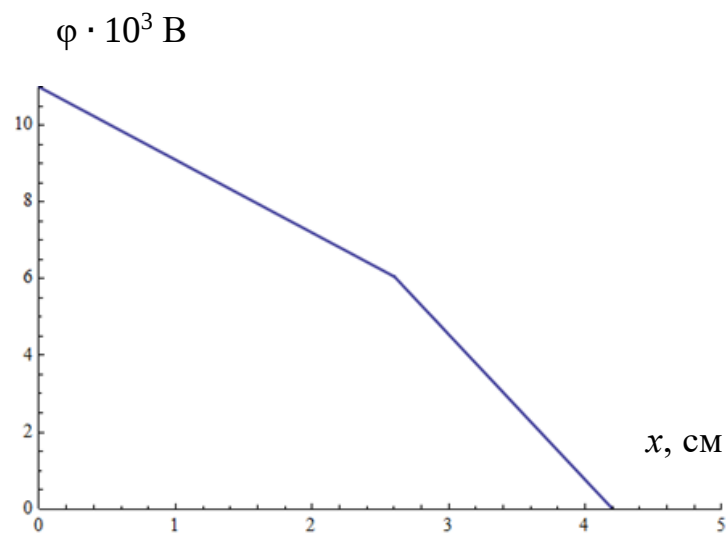

Рис. 3. Зависимости $\varphi = f(x)$ двухслойного конденсатора
По формулам (29) и (30) построим график зависимости $\varphi = f(x)$ для обеих обкладок конденсатора в одной координатной сетке (табл. 1, рис. 3).